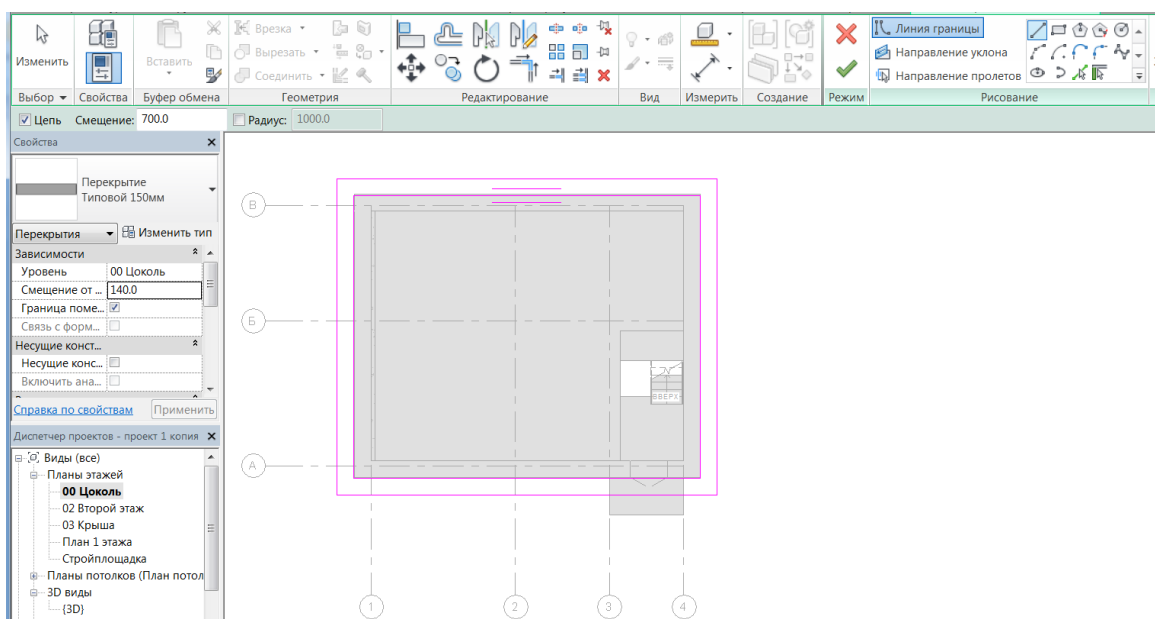

Рис. 111
6. В окне **Смещение** установить **700 мм** и начертить наружный контур отмоктки инструментом **Линия** (рис.111).